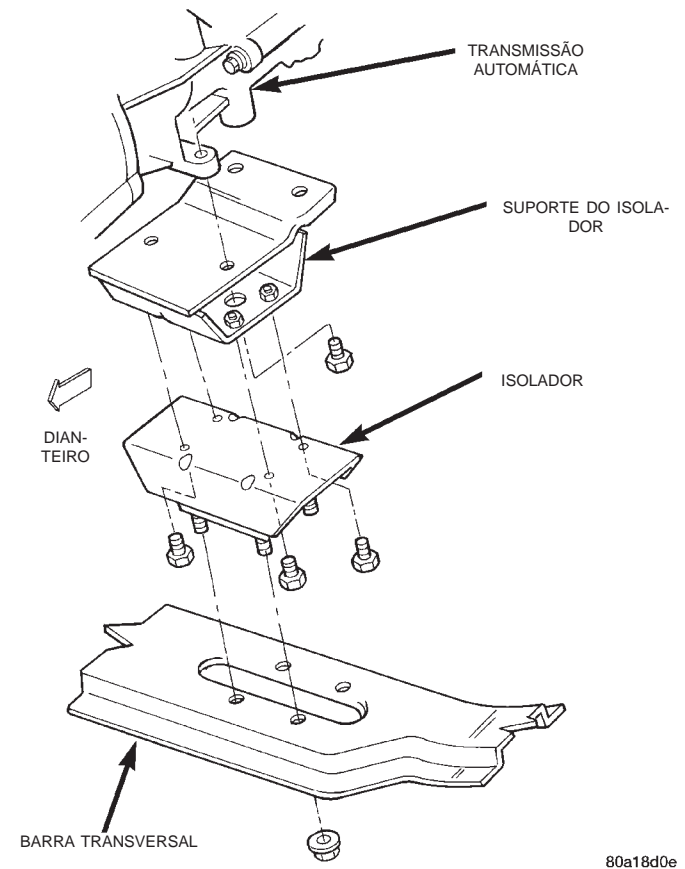

Fig. 21 Transmissão Automática do Isolador Traseiro — 4WD
- Remova as porcas do parafuso que prendem o isolador à barra transversal (Fig. 21).
- Remova os parafusos que prendem o isolador ao seu suporte (Fig. 21). Remova o isolador.
- Se o suporte do isolador foi removido, instale o suporte na transmissão (Fig. 21). Aperte os parafusos com um torque de 68 N·m (50 pés-lb.).